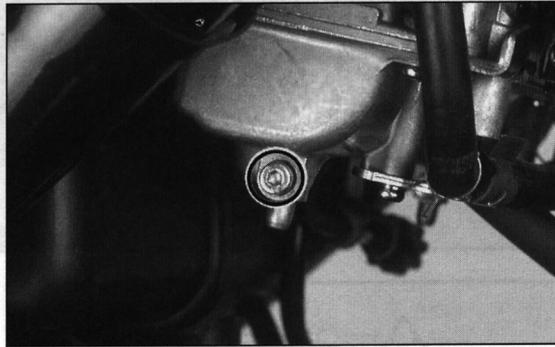

Bild 96
- Geeignetes Auffanggefäss unter Ablassschläuche der Schwimmerkammer stellen und Kraftstoff aus Schwimmerkammer nach Aufdrehen der Ablass-Schrauben (Bild 96) ablassen.